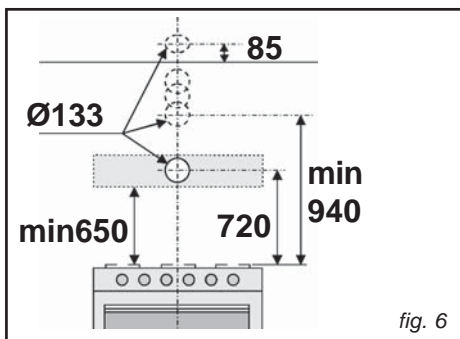

fig. 6
- Praticare un foro nel muro per l'evacuazione dell'aria (di 133 mm di diametro), facendo riferimento alla Fig. 6 contenente le misure per le diverse possibilità.